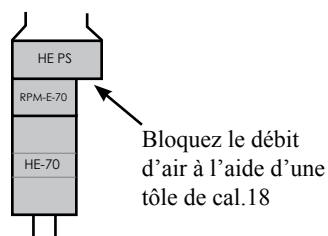

Fig. 9
4. Lors de l'installation du HEPS à un ventilo-convecteur HE-50 ou HE-70, vous devez effectuer une transition (**Fig. 8**) ou simplement bloquer le débit d'air à l'aide d'une pièce de tôle (**Fig. 9**).